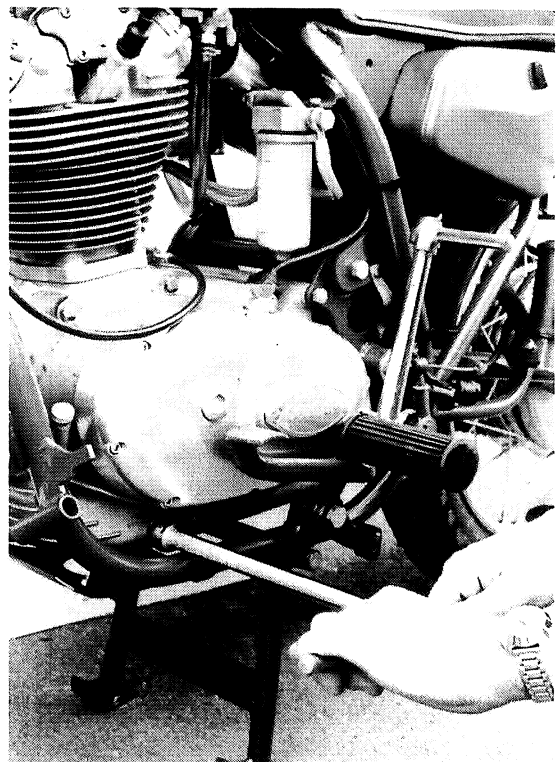

Fig. 3
- Oelablassschraube herausschrauben (Fig. 3) und Oel in das Gefäß ablaufen lassen (Motorrad leicht auf die linke Seite neigen, um eine komplette Entleerung zu erhalten)
- Dévisser le bouchon de vidange (fig. 3) et laisser l'huile s'écouler dans le récipient. Incliner légèrement la motocyclette du côté gauche pour assurer une vidange complète